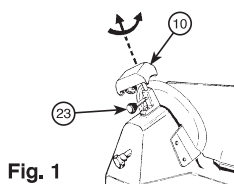

Fig. 1
- Vérifiez que la paroi amovible (2) est fermée (bouton gradué (6) en position « 0 »).
- Desserrez le bouton de verrouillage (23) de l'affûteur (10).
- Levez l'affûteur, en le tournant de 180° afin que les deux meules soient en position de fonctionnement. Voir Fig. 1.
- Abaissez l'affûteur (10) jusqu'à ce qu'il se bloque.
- Sécurisez l'affûteur en tournant le bouton de verrouillage (23).
- Allumez (5).
- Pressez le bouton (26) et laissez la lame tourner pendant environ 1 minute. Lorsque la lame est immobile, vérifiez si des bavures se sont formées sur le bord.
- Après avoir vérifié la présence de bavures, allumez et pressez légèrement le bouton (27) pendant environ 3 secondes pour éliminer les bavures produites par l'affûtage.
- Positionner le séparateur mobile (2) à la distance maximum de la lame (3) en tournant le bouton gradué (6).
- Appliquer le bloc affûteur (10) sur le séparateur mobile (2) comme indiqué sur la fig. 1 en le bloquant sur celui-ci à l'aide de la poignée (23).
- Appuyer sur l'interrupteur actionnant le moteur (5) pour mettre en route l'affûtage automatique; si nécessaire, tourner le bouton gradué (6) jusqu'à ce que la meule affûteuse tourne avec la lame.
- Laisser aiguiser automatiquement la lame pendant environ une minute, procéder ensuite en pressant le bouton de la meule contre-bavure (27) pendant environ deux-trois secondes; ne plus exercer de pression sur le bouton et éteindre en même temps le moteur.
- Après l'affûtage, ôter l'affûteur (10) du séparateur mobile (2) et le replacer dans son logement d'origine.